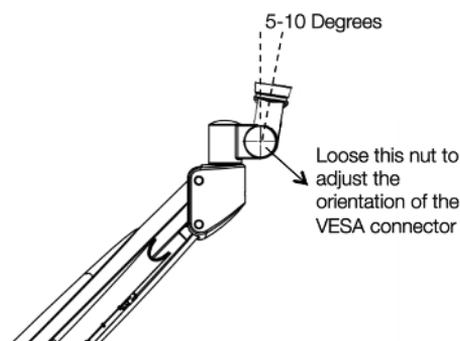

Abbildung 7- Den Neigungswinkel der VESA-Halterung einstellen
2. **Den Neigungswinkel der VESA-Halterung einstellen**, wie in Abbildung 7 dargestellt. Dazu die Mutter mit dem mitgelieferten Werkzeug lösen, die Ausrichtung ändern, sodass sie zwischen 5 und 10 Grad liegt, wie in Abbildung 7 dargestellt, und dann die Mutter wieder festziehen.